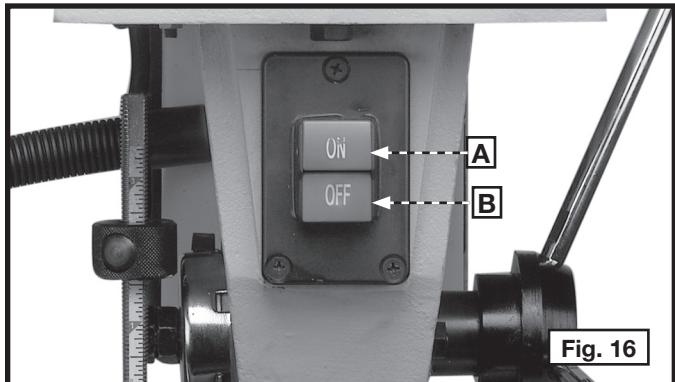

Fig. 16
El interruptor del poder se localiza en la frente de la máquina. Para prender la máquina, apriete el botón verde del comienzo (A) Fig. 16. Para parar la máquina, empuje el botón rojo (B).